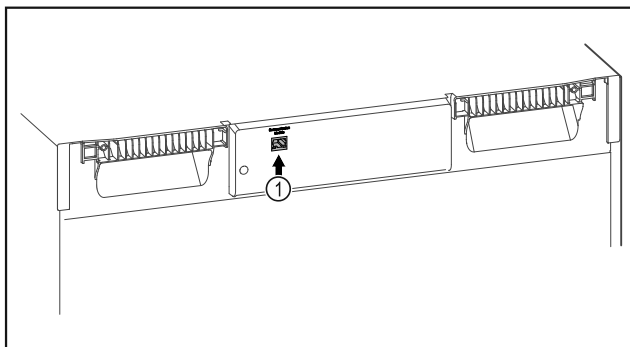

Fig. 150
- ❑ SmartModule *Fig. 150 (1)* er indsat.